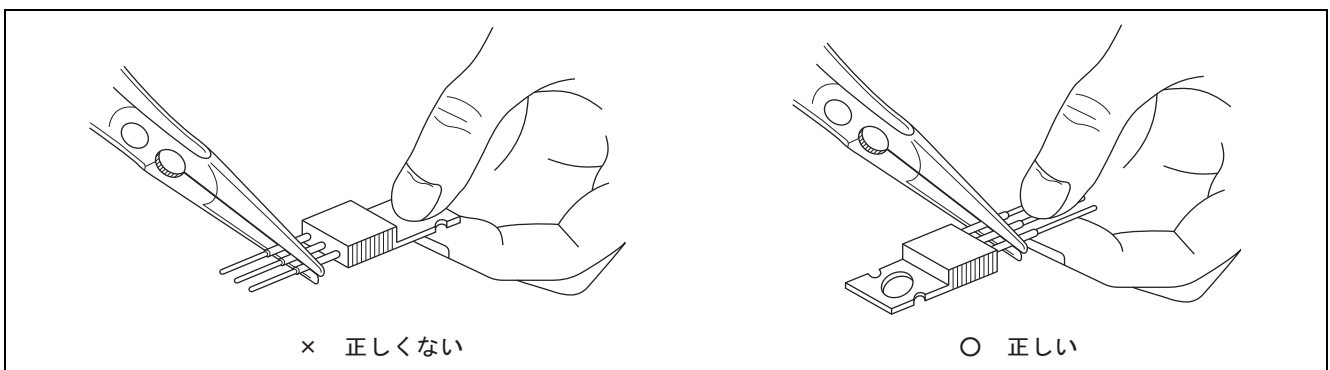
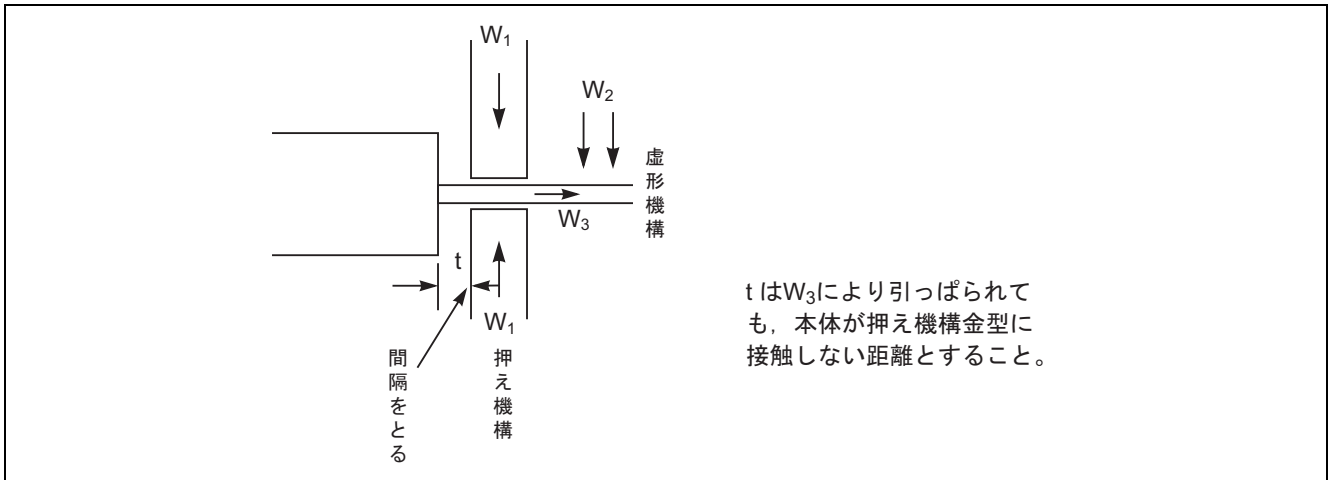

図1 リードの曲げ方
図2 金型使用によるリードの曲げ方
- (1) リードを折り曲げる場合には，パッケージ本体とリードとの間に相対的な応力が加わらないように，曲げる点と本体の間のリードを固定するようにし，本体に触れたり，本体を持って曲げたりしないようにしてください（図1参照）。また，金型を使って成形する場合は，リードを固定する機構を設け，リード押え機構も半導体デバイス本体にストレスが加わらぬように注意してください（図2参照）。